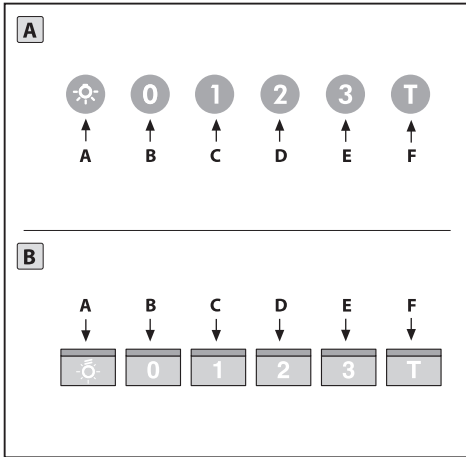

Fig.21
• **Comandi luminosi (Fig.21)** la simbologia è di seguito riportata: